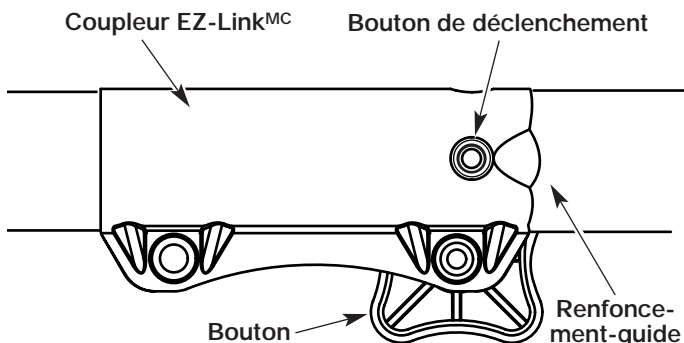

Figure 23
1. Dévissez le bouton vers la gauche (Fig. 23).
2. Appuyez sur le bouton de déclenchement et maintenez-le enfoncé (Fig. 23).
**REMARQUE** : aligner le bouton de déclenchement avec le renforcement-guide facilitera l'installation (Fig. 23).